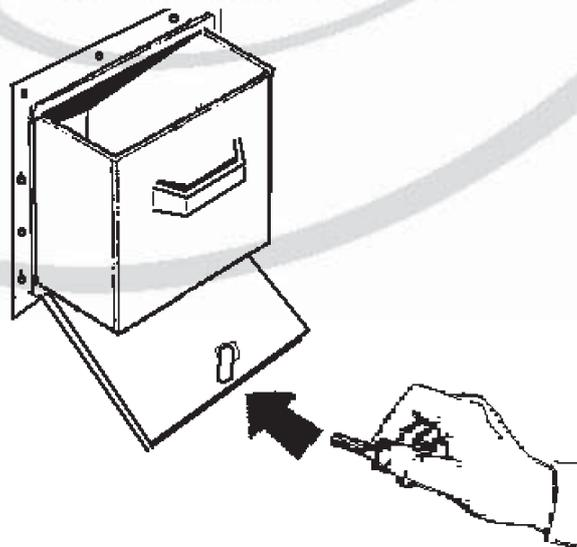

Fig. 6.1
- Si accede al cassetto monete tramite la porta a chiave (vedi fig.6.1).
- The coin box can be reached through the key door (fig.6.1).
- Aprire il pannello della porta della cassa monete con chiave (vedi fig.6.1).
- Open the door panel of the coin box with its key (fig.6.1).